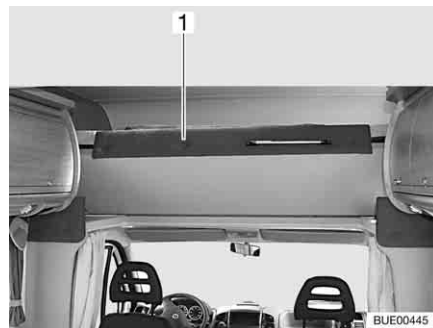

Fig. 112 Lit de capucine, rabattu vers le haut
- Rabattre vers le haut le lit de capucine (Fig. 112,1). Le lit de capucine est maintenu en position verticale par des ressorts à pression de gaz.